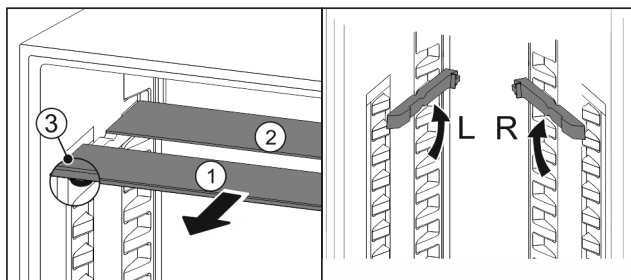

Fig. 198
- Sortir les tablettes par l'avant Fig. 198 (1).
- La tablette en verre Fig. 198 (1) avec bordure décorative est située à l'avant.
- Les butées Fig. 198 (3) sont orientées vers le bas.